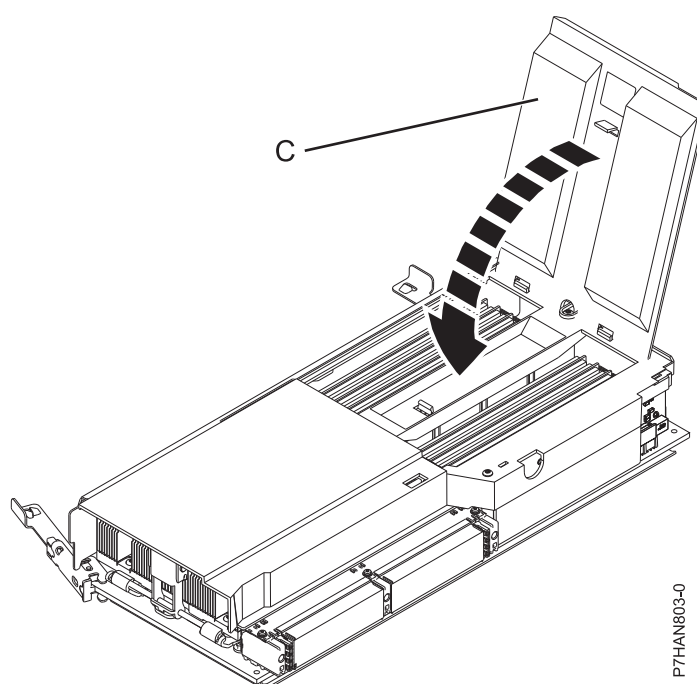

図7. メモリー・モジュール・カバーを閉じる
9. 図7 に示すように、メモリー・モジュール・カバー (C) を、所定の位置にロックされるまで閉じます。